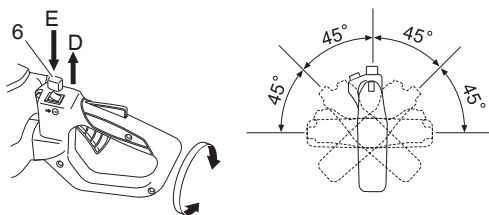

Fig. 7
- **Poignée pivotante multi-position (Fig. 7)**